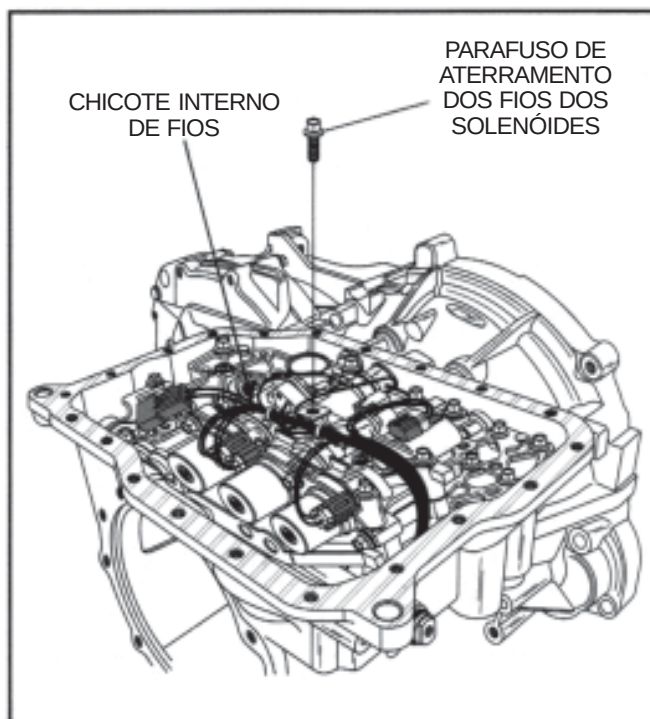

Figura 161
18. Instale o parafuso de aterramento dos fios dos solenóides, conforme ilustrado na Figura 161, e aperte-o com torque de 10 N-m (89 in.lb.).